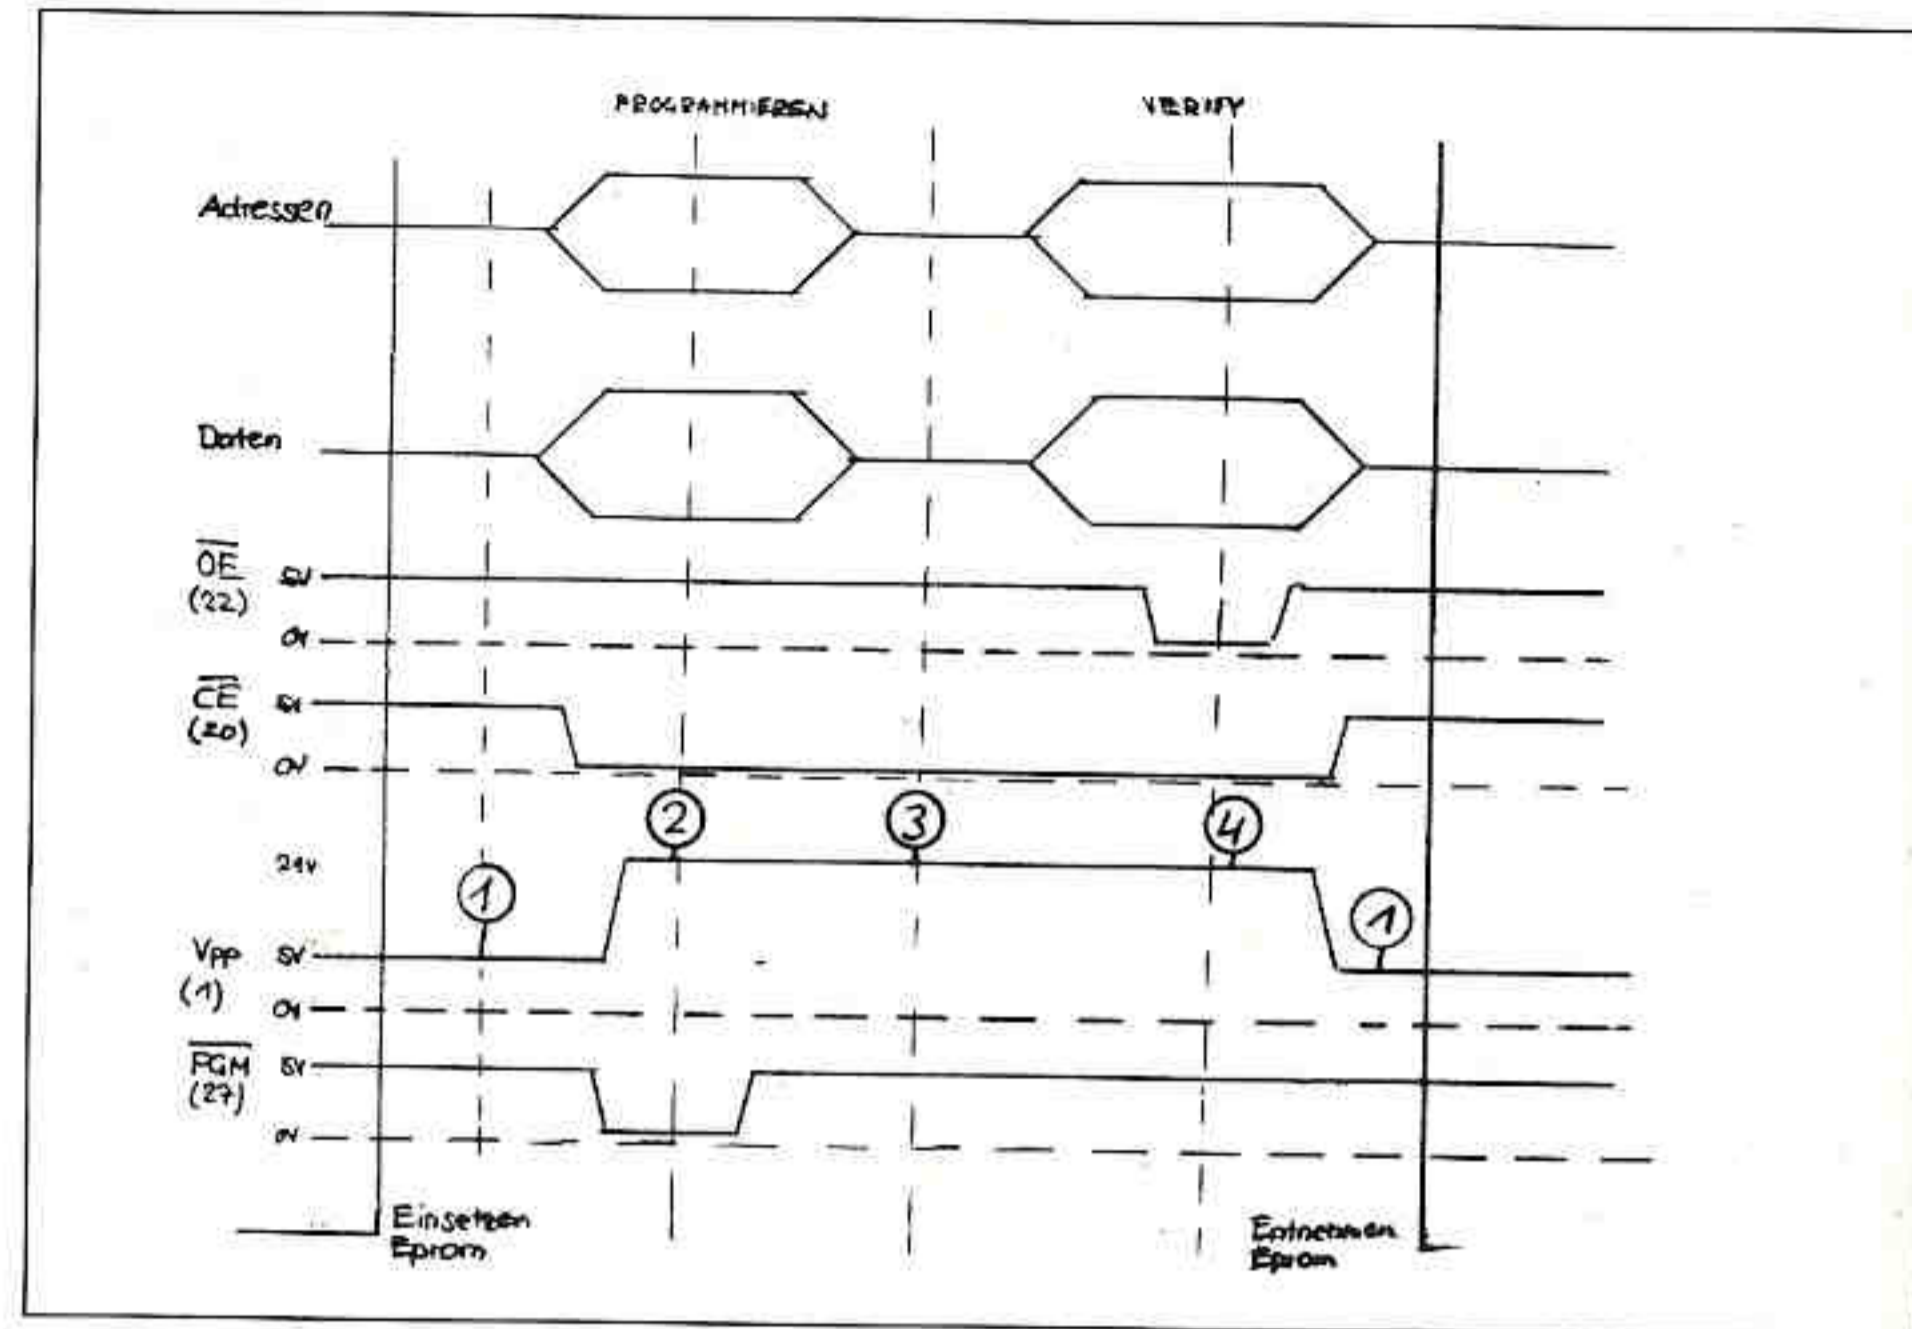

Bild 2: Zeitdiagramm 2764/128
der 2732 in zwei Ausführungen sehen schon etwas aufwendiger aus. Wie Sie aus Bild 2 ersehen können, benötigt der Anschluß /OE (Pin 22, immer bezogen auf ein 28-pol. Gehäuse) gleich 4 verschiedene Spannungspegel. Zum Einen werden hier beim Vergleich der programmierten Bytes die Ausgangstreiber freigeschaltet (LOW), zum Anderen beim Programmieren die Spannungen Vpp (2732 = 25 V) und (2732A = 21 V) eingestellt. Letztlich wird noch ein High-Pegel gefordert, der die Ausgangstreiber sperrt, so wie es Zustand (1) fordert. Bei den 2732-Typen wird der Programmierimpuls durch Hochlegen der Vpp auf die erforderliche Spannung bei gleichzeitigem LOW von /CE erzeugt. Ganz anders wiederum wird der 2716 program-